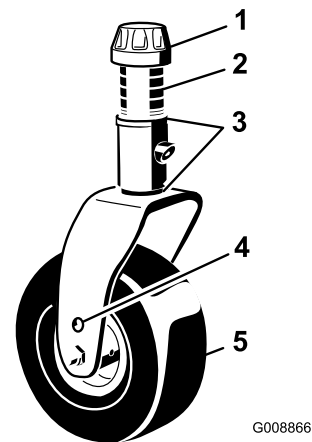

Bild 84
1. Entfernen Sie die Spannkappe von der Spindelwelle und ziehen die Spindel aus dem Laufradarm heraus (Bild 84).